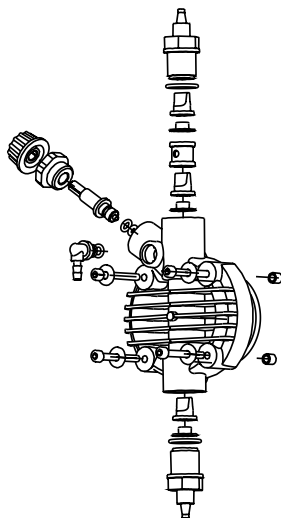

Fig. 10
Pour effectuer cette opération, si l'appareil n'est pas fixé à l'installation, le faire pulser la pompe pendant quelques secondes (15/30) en la tenant la tête en bas et sans les tubes reliés aux raccords, si ce n'est pas possible, démonter et remonter la tête de la pompe (fig. 10), par les quatre vis de fixation.
Etant donné la robustesse du système, de véritables pannes mécaniques ne se produisent pas. Parfois il peut se produire des fuites de liquide au niveau d'un raccord du fait d'un écrou fixation du tube desserré ou plus simplement à cause de la rupture du tube de refoulement. Il est rare que d'éventuelles fuites puissent se produire par la rupture de la membrane ou par l'usure du joint torique de la membrane. Dans ce cas, ces éléments doivent être remplacés en démontant les quatre vis de la tête de la pompe (fig. 10). En les remontant, les serrer de manière uniforme sans omettre de replacer les joints de vis. Une fois la fuite éliminée, nettoyer la pompe doseuse d'éventuels résidus de réactif qui, s'ils stagnaient, pourraient provoquer une détérioration du boîtier de la pompe.
❶ LA POMPE DOSEUSES DONNE DES IMPULSIONS MAIS N'INJECTE PAS LE REACTIF DANS L'INSTALLATION
- a. Démontez les clapets d'aspiration et refoulement, les nettoyez et les remonter dans la même position (fig. 10). Dans le cas où l'on remarquerait un gonflement du clapet, vérifiez la compatibilité chimique du réactif avec le matériau du clapet (Viton® en standard ; sur demande silicone, EPDM et nitrile, clapet à bille verre ou inox, clapet K).